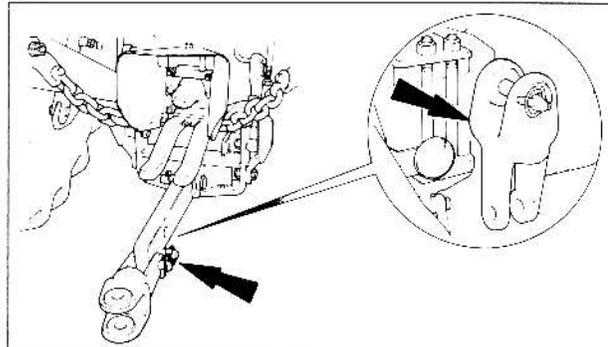

Fig 41
2. Déposer la chape de l'axe de remisage sur le carter de pont arrière droit (Fig. 41).
3. Monter la chape dans le trou arrière de la barre de traction, au-dessus de l'extrémité à crochet (Fig. 41) et fixer avec l'axe de chape et la goupille.